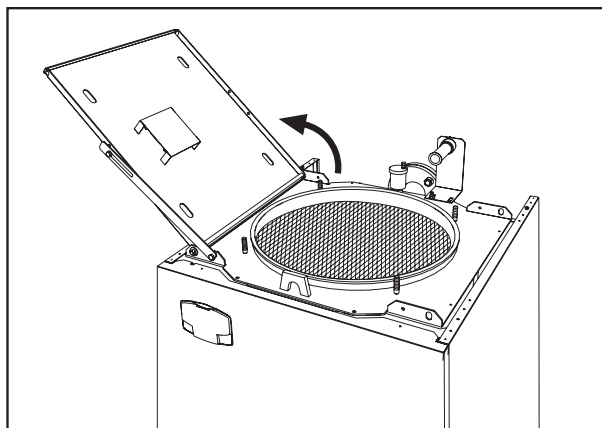

fig. 34
5. Abrir la puerta del quemador (fig. 34).